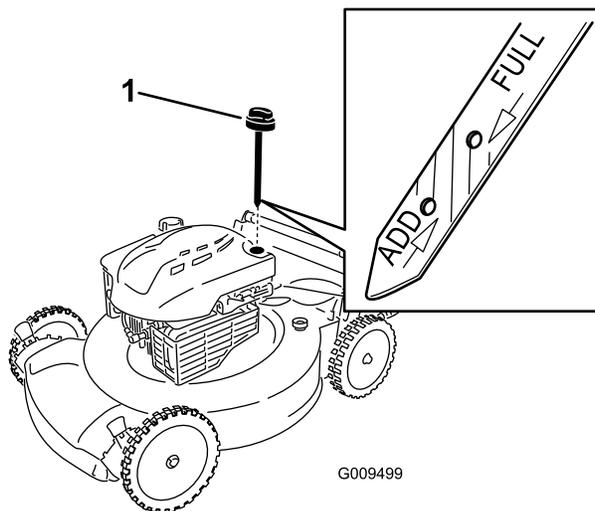

Рисунок 4
1. Извлеките масломерный щуп (Рисунок 4).
2. Медленно заливайте масло в маслозаливной патрубок до соответствующей отметки Full (Полный) на масломерном щупе (Рисунок 4). Не допускайте переполнения.